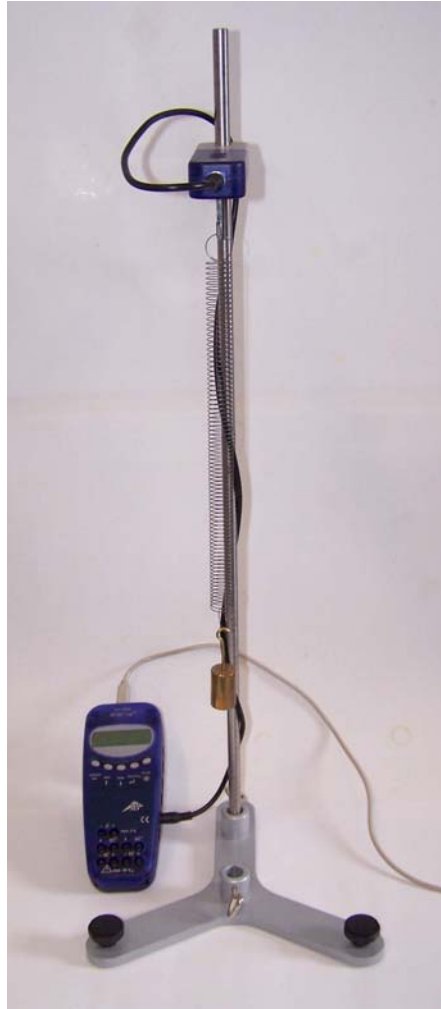

Fig. 1 Mesure des oscillations dans un système faiblement amorti de ressorts et de poids
- Montez l'expérience comme le montre la figure 1.
- Placez le câble de connexion du capteur de force ± 50 N sur le capteur comme le montre la figure 1 et enveloppez-le autour de la tige statif.